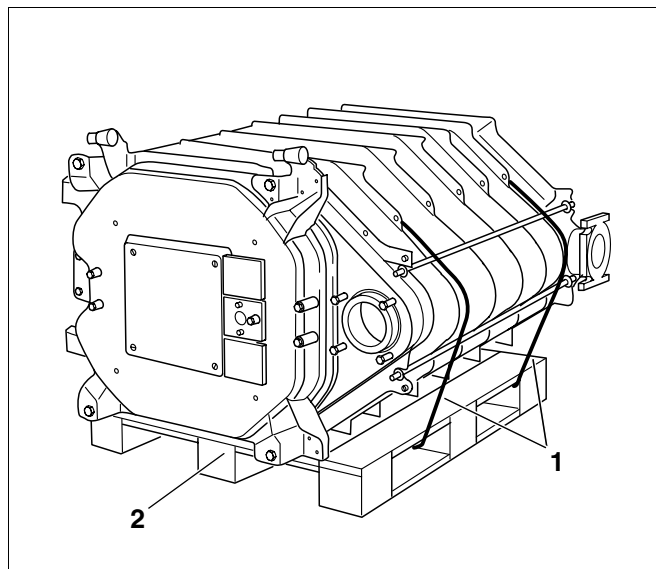

Fig. 20 Bloc chaudière sur palette
- Couper les bandes de sécurité (fig. 20, **pos. 1**).
- Retirer la palette avant de mettre le bloc en position verticale (fig. 20, **pos. 2**).